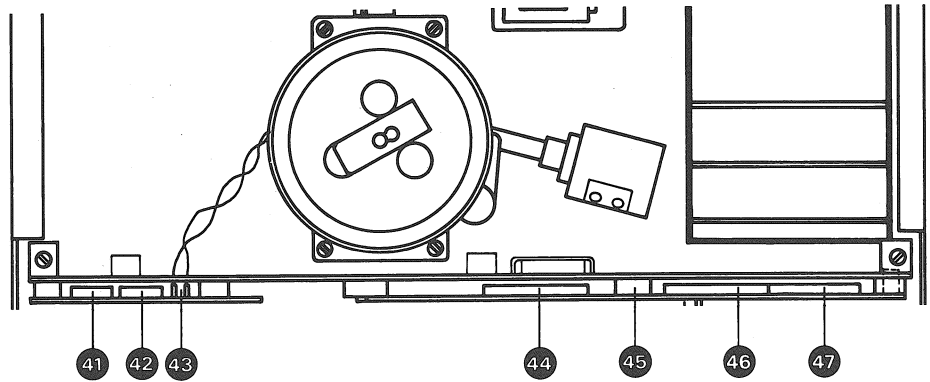

Fig. 3.19.-1
- 3 Steckverbindungen (41), (42), (43) (Fig. 3.19. - 1) lösen.
- 4 Steckverbindungen (44), (45), (46), (47) (Fig. 3.19. - 1) lösen.
- Disconnect 3 plug-in connections (41), (42), (43) (fig. 3.19. - 1).
- Disconnect 4 plug-in connections (44), (45), (46), (47) (fig. 3.19. - 1).
- Débrancher les 3 fiches peigne (41), (42), (43) (Fig. 3.19. - 1).
- Retirer les 4 fiches peigne (44), (45), (46), (47) (Fig. 3.19. - 1).